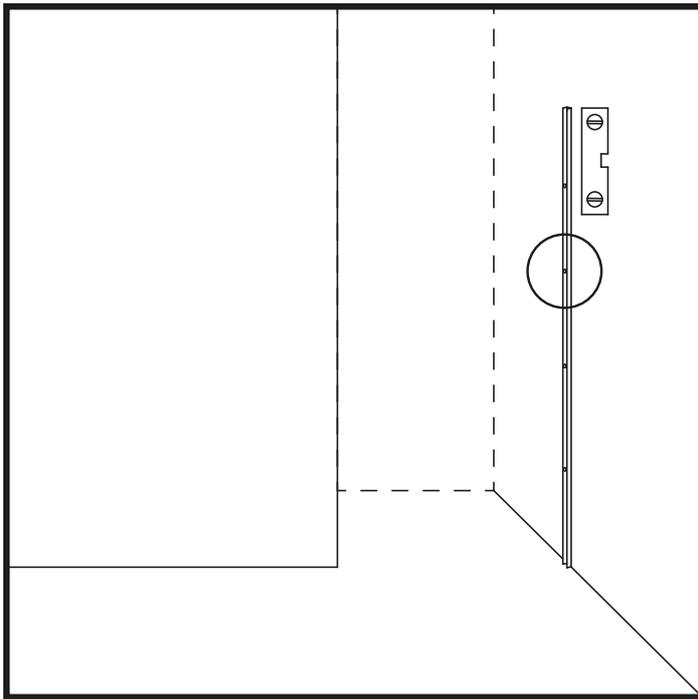

Abbildung 3
5. Die längere U-Leiste mit Hilfe einer Wasserwaage senkrecht an der Wand anbringen, so dass die Kante der U-Leiste mit dem markierten Punkt übereinstimmt und das Ende der Leiste am Bodenrand anliegt. (Abbildung 3)